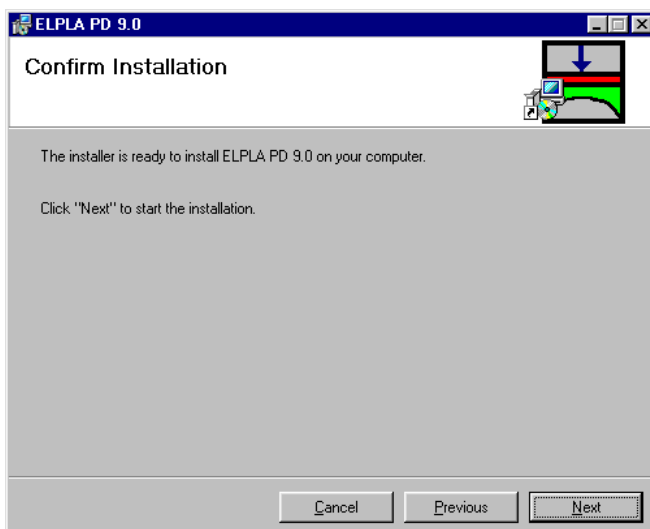

Bild 3 Menü "Bestätigen der Installation"
Nach Eingabe des Verzeichnisnamens kann das Installationsprogramm die *ELPLA*-Software auf Ihrem Computer installieren (Bild 3).
- Klicken auf der Schaltfläche "Weiter" im Menü Bild 3, um die Installation zu starten